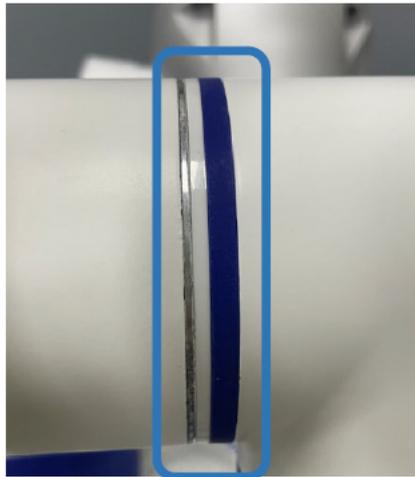

图 3-4: 安装支撑环、橡胶环
3. 将塑料支撑环放下，并轻轻地将橡胶环叠加在支撑环上。装好后如图 3-4 所示；